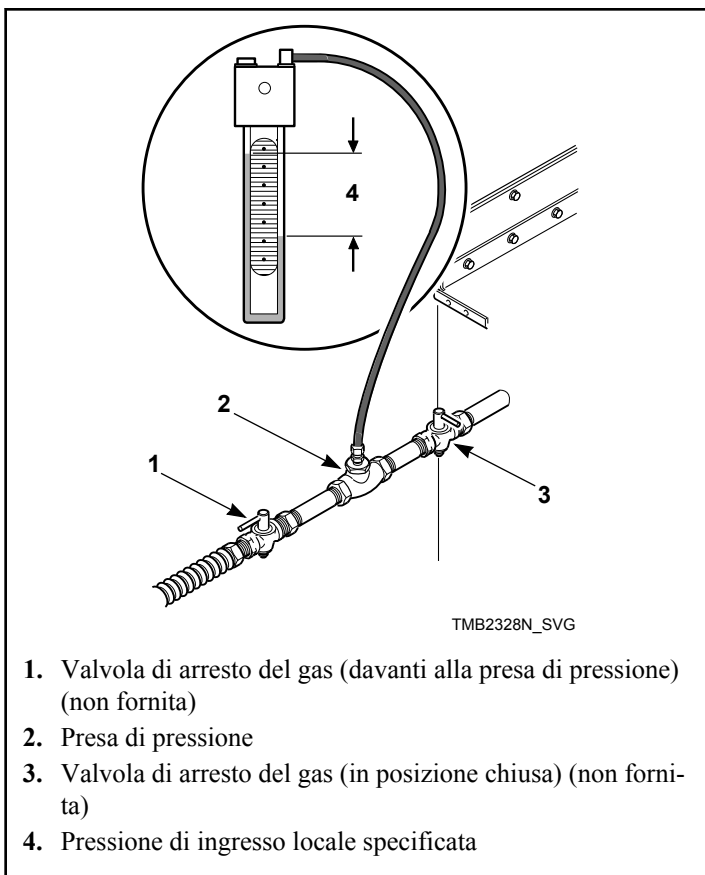

Figura 14
1. Staccare l'alimentazione elettrica sull'asciugatrice. Chiudere la valvola di arresto del gas all'asciugatrice a tamburo. Consultare la *Figura 14*.